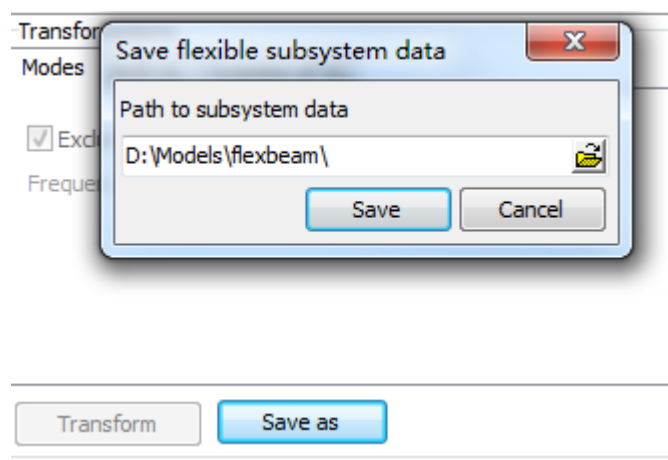

图 1.13
12. 点击 **Save as** 按钮, 在弹出的对话框设置保存路径, 并点 **Save**, 如图 1.13 所示。请注意文件夹 **flexbeam** 将作为一个弹性体子系统。